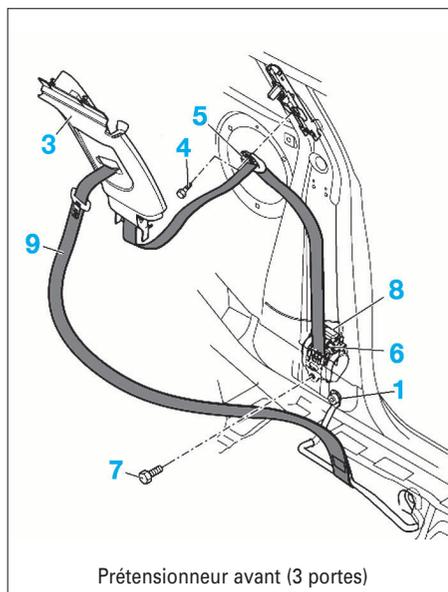
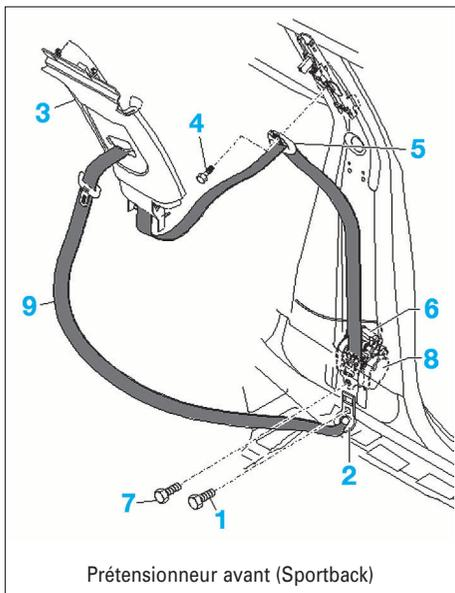

FIG. 30
FIG. 31
- Déposer (Fig.30) :
- la vis (1) du point d'ancrage (2).
- la garniture supérieure (3) du pied milieu.
- la vis (4).
- la ferrure (5).
- Déposer (Fig.31) :
- Débrancher le connecteur (6).
- Déposer la vis (7).
- Extraire le prétensionneur (8) avec la ceinture de sécurité (9).
À la repose, si le prétensionneur et la ceinture de sécurité ont été déposés suite à un accident, remplacer les vis (1), (4) et (7) (Fig.30) ou (Fig.31).